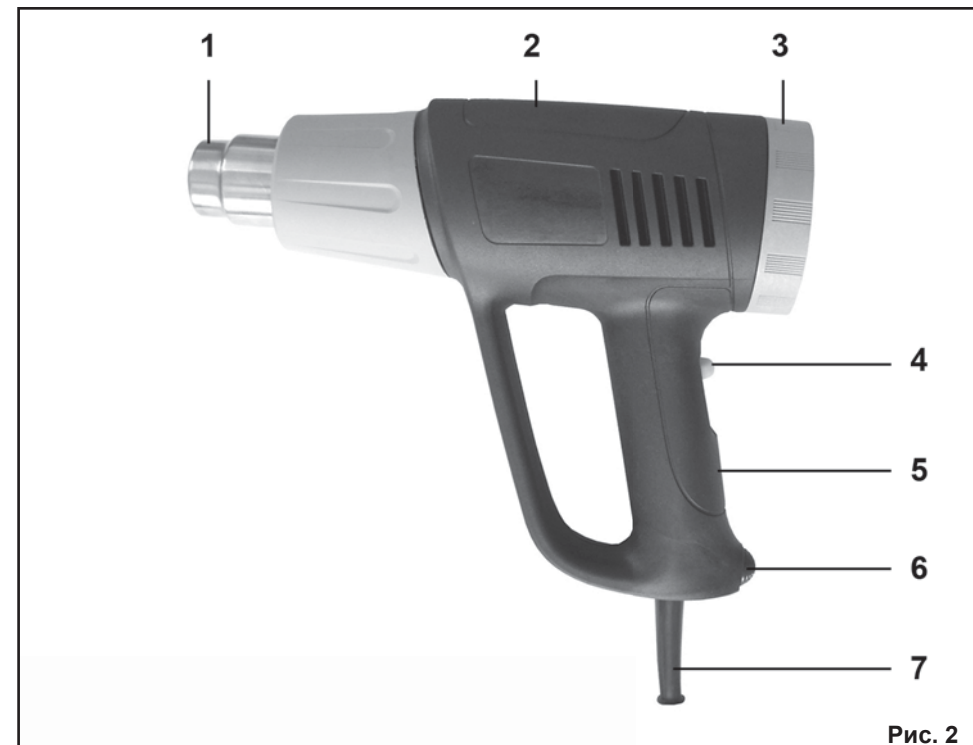

Рис. 2
6. УСТРОЙСТВО ТЕПЛОГО ПИСТОЛЕТА (Рис.2.)
7.4. Установка сменных насадок на сопло. (Рис.2)